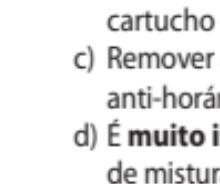

Fig. 1
- Pressionar a alavanca preta de liberação, situada na parte traseira do dispensador, e puxar completamente o êmbolo para trás (Fig. 1).